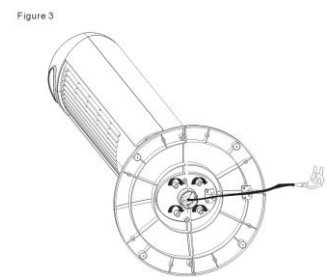

Figura 3
- Sujete la base N° 1 con el soporte de columna N° 2 y ajústelo con cuatro tornillos M5 de 1". El cable de alimentación en la parte inferior de la base N° 1 debe mirar hacia la parte trasera del ventilador. Jale el cable de alimentación suavemente hacia fuera para tensarlo (figura 3).
- Alinee el cable de alimentación dentro de la ranura de la base como se muestra en la figura 3.